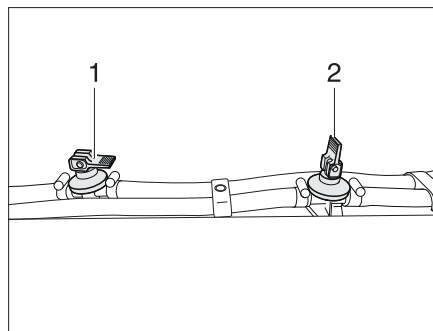

Fig. 265 Robinet de vidange
- Ouvrir tous les robinets de vidange. Pour cela, placer le levier à bascule (Fig. 265,2) en position verticale.